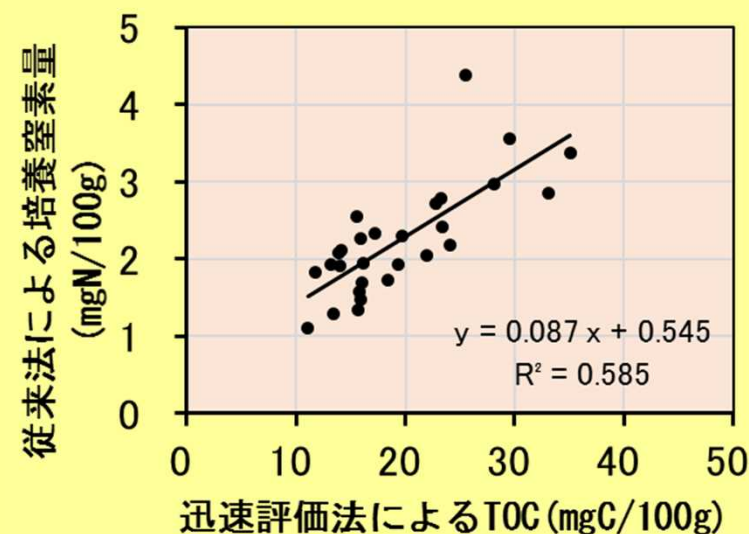

図1 迅速評価法と従来法の比較
③測定結果(抽出液中のTOC)から風乾土100g当たりのTOCを算出
④培養窒素量を回帰式により算出(図1)